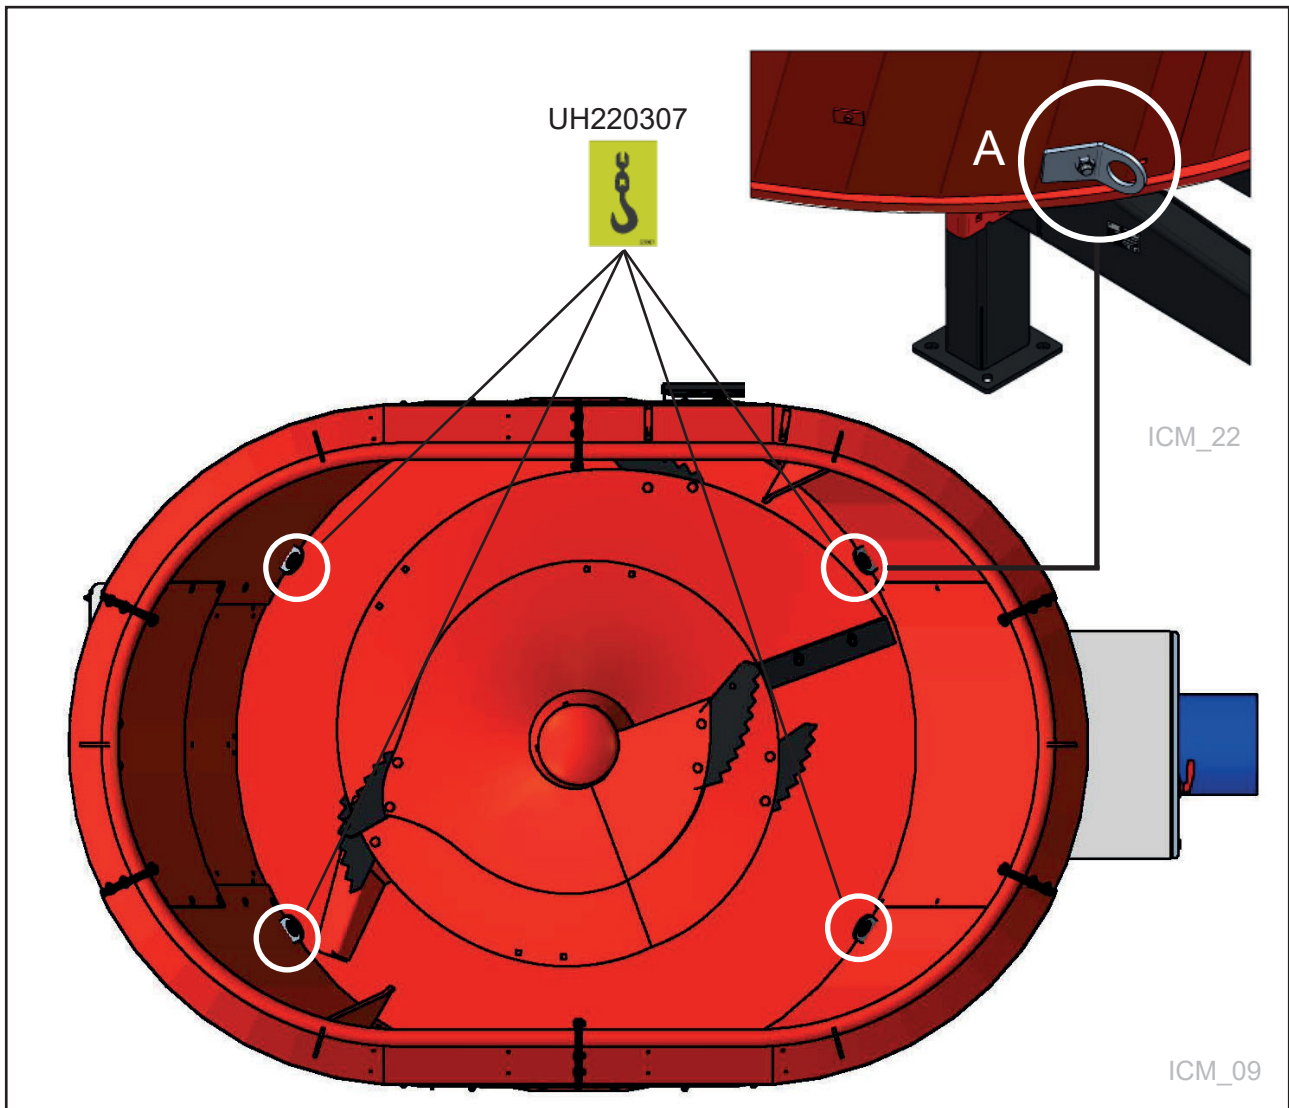

Fig. 5
NB! Bruk bare godkjent løfteutstyr. Heisestroppene festes i ørene som er skrudd i bunnen av FeedMixer. **Se Fig. 5**
Demonter de 4 løfteørene (A) etter at maskinen er heist på plass, og monter disse på utsiden av FeedMixer ved eventuelt senere bruk. **Se Fig. 5**